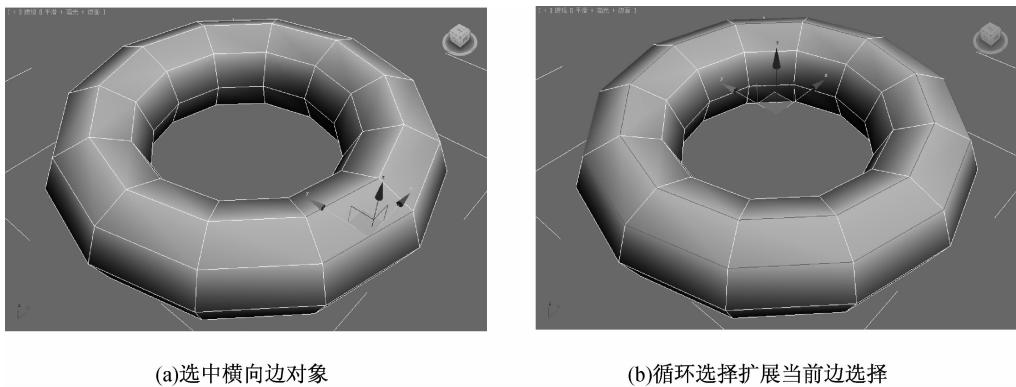

图 5-15 循环选择 ▲
- 循环：通过单击该按钮可以在与选中边相对齐的同时，尽可能远地扩展选择。循环只应用于“边”和“边界”选择上，并只通过 4 个方向的交点传播，如图 5-15 所示。